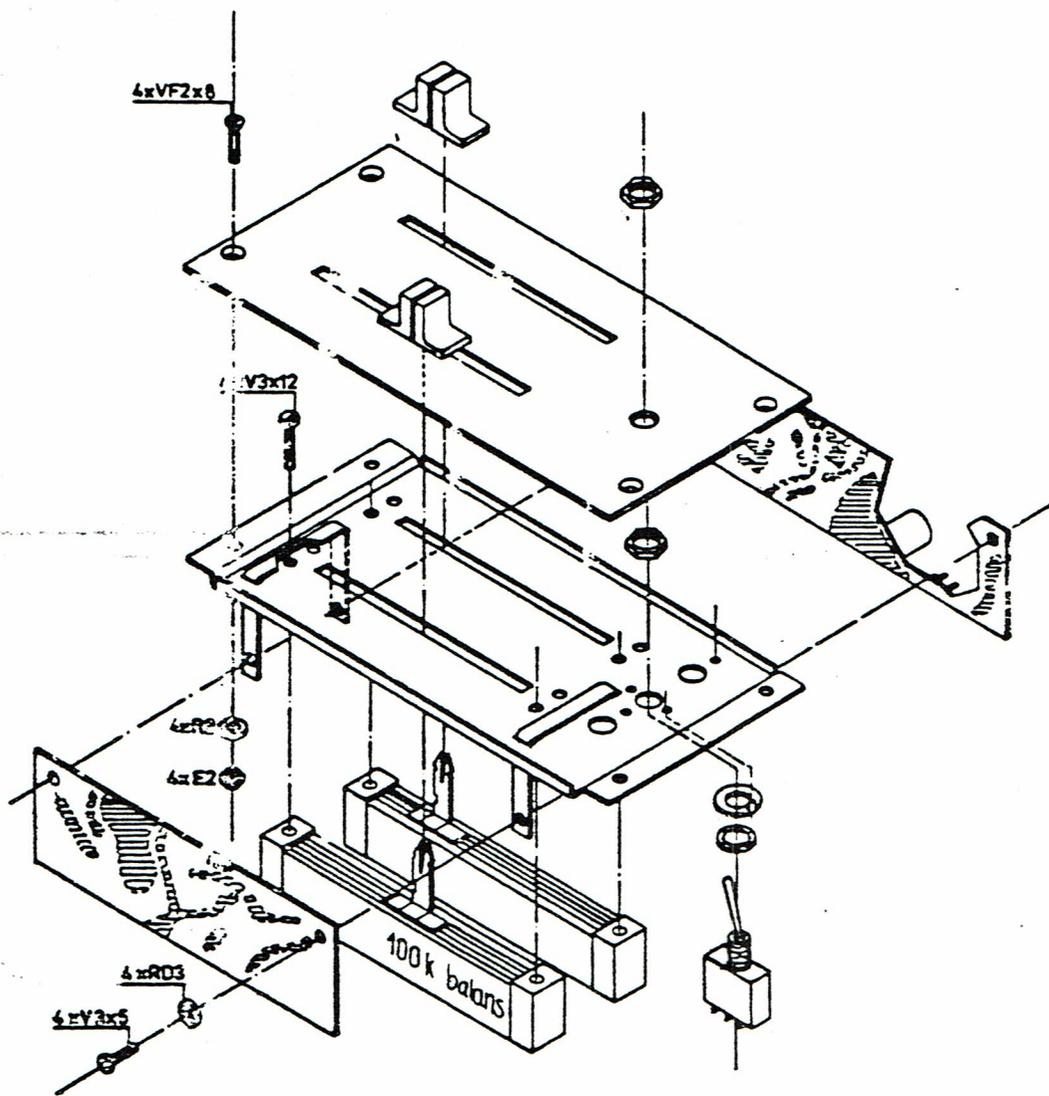

Fig 4
7. Fixez les deux potentiomètres à glissière sur le châssis métallique en vous aidant de la fig. 4 et de la fig. 5 quant au positionnement des cosses et à l'emplacement respectif des potentiomètres. Repliez vers le bas les cosses latérales de masse.